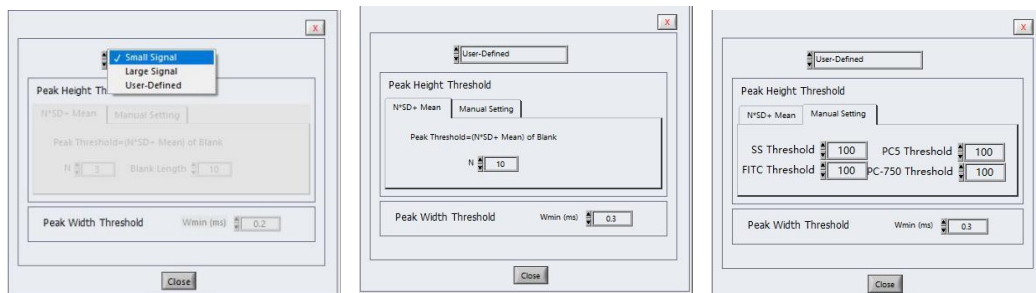

图 2-23 阈值设置
设置阈值的目的是将信号和背景区分开。阈值的设置可以通过自动或手动方式, 阈值的模式主要包括三种: 小信号模式、大信号模式和自定义模式, 如图 2-23 左图所示。三种模式的适用范围如下:
- 3) **用户自定义**: 包括两种方式, 一种是根据阈值等于背景加上 N 倍标准方差, 手动输入 N 的数值, 如图 2-23 中图所示; 另一种是直接手动输入阈值, 如图 2-23 右图所示。